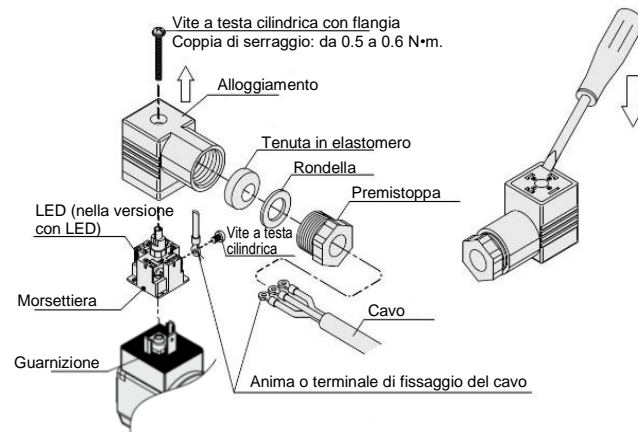

Figura 7. Costruzione del connettore DIN
- Serrare le viti e i raccordi secondo la figura 7.